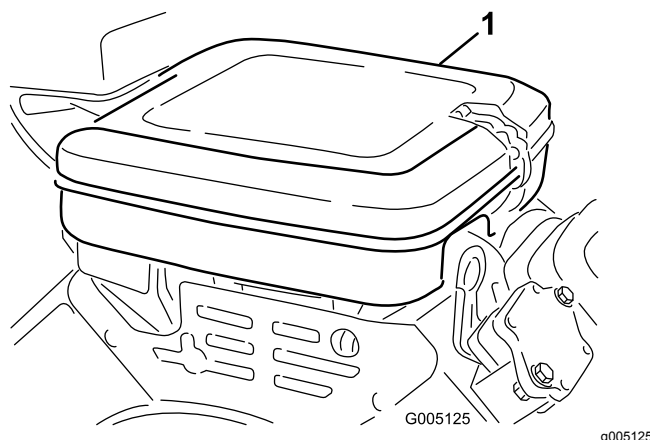

Figura 31
1. Pulite il coperchio del filtro dell'aria (**Figura 31**).